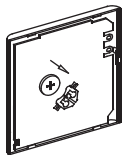

Fig 3-7
- Placez la batterie dans l'appareil et assurez-vous que le côté positif de la batterie est conforme aux marquages de polarité. (Voir Fig.3-7)